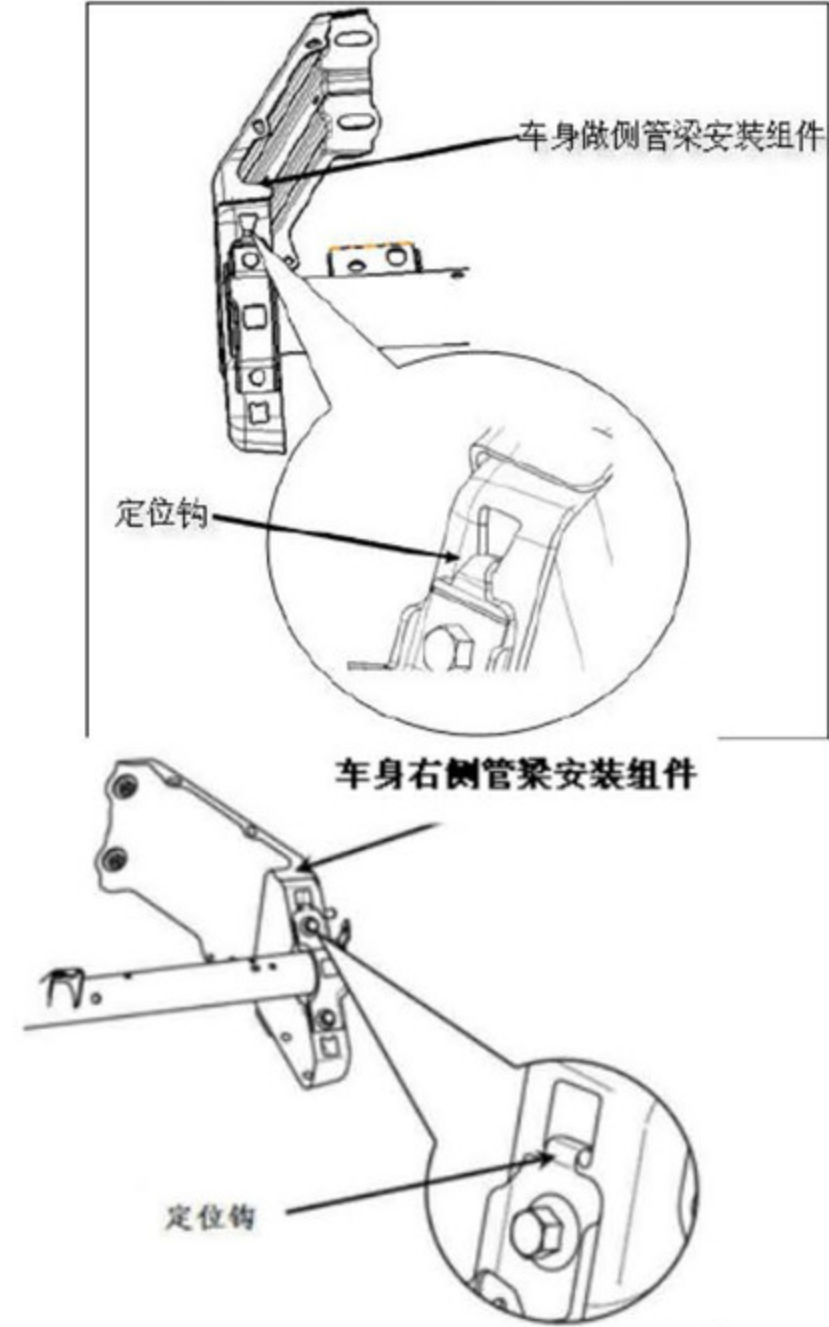

图 45
- 2). 由于仪表板下本体与管梁的连接采用了 3 个 ST6.3 的十字槽凹穴六角头自攻螺钉和大垫圈组合件，用工具将安装点的螺钉拆解，安装点位置如图 45 所示。